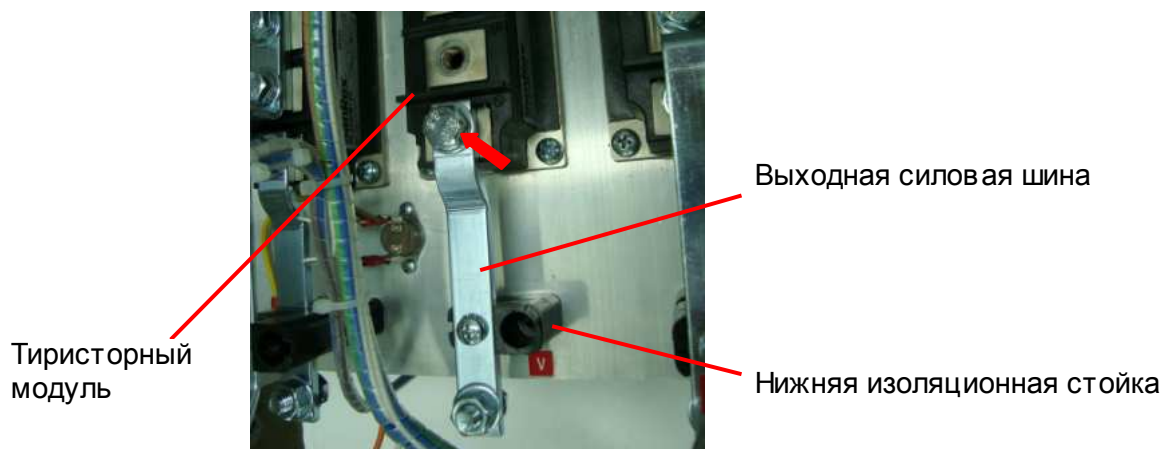

Рис. 6.20
6.12.5. Выкрутить болт крепления выходной силовой шины к тиристорному модулю (рис. 6.20, красная стрелка). Положить болт в тару.
6.12.6. Демонтировать выходную силовую шину вместе с нижней изоляционной стойкой и положить ее в тару (рис. 6.20).